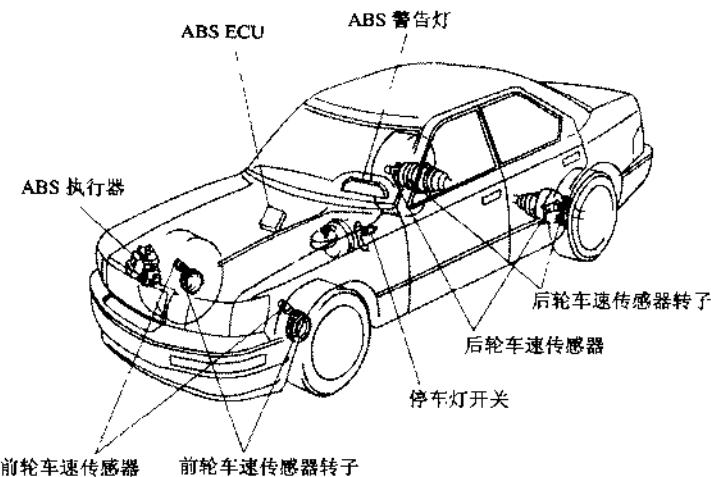

图 7.13 凌志 LS400 型轿车 ABS 部件在车上的安装位置
(3) 凌志 LS400 轿车 ABS。
① ABS 在车上的安装位置如图 7.13 所示。